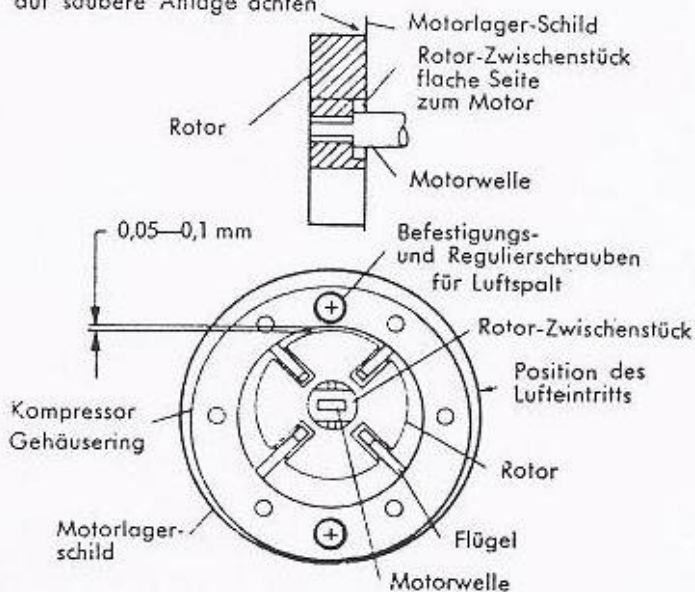

Bild 6
a) Legen Sie das Zwischenstück in den Rotor (Bild 6) und schieben Sie beides auf die Motorwelle, anschließend montieren Sie den Gehäuse ring.
spalt (oben) ca. 0,5 bis 0,1 mm beträgt (Bild 6). Den Luftspalt messen Sie mit einer Fühllehre. Drehen Sie den Motor von Hand durch, er muß frei auslaufen. Ziehen Sie die Gehäuseschrauben fest an.
d) Schrauben Sie den Deckel so an, daß der Lufteintritt in die im Bild 6 gezeigte Richtung weist.